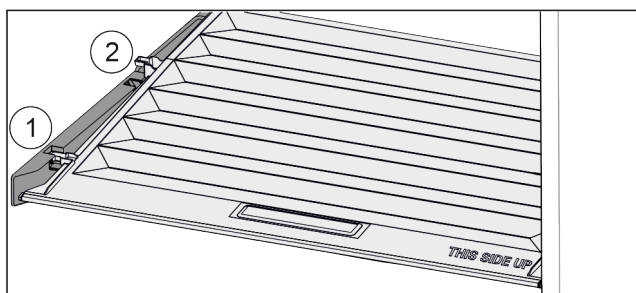

Fig. 73
- Vytáhněte víko dopředu až k otvoru v přídržných dílech Fig. 73 (1).
- Vzadu zespolu nadzvedněte a vyjměte směrem nahoru Fig. 73 (2).